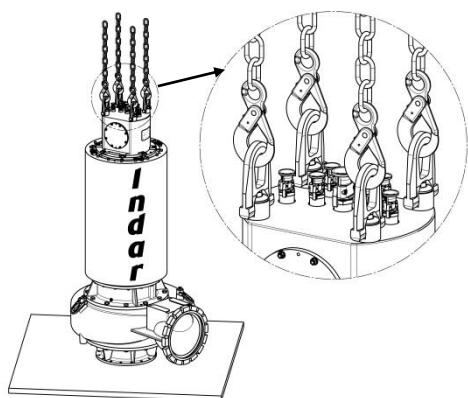

Рисунок 5: Транспортировка в вертикальном положении, за рым-болты.
3. Закрепите крюки крана за проушины или рым-болты на клеммной коробке (см. рис. 5 и 6).